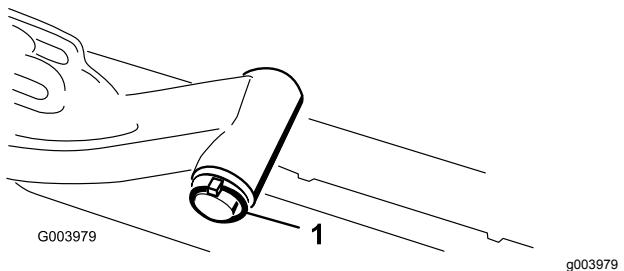

Рисунок 18
- Снимите шплинт и шайбу, которые крепят ось поворота к подъемному рычагу, и снимите ось поворота с подъемного рычага (Рисунок 18).
- Вставьте ось поворота подъемного рычага в подъемный рычаг и зафиксируйте шайбой и шплинтом (Рисунок 18).